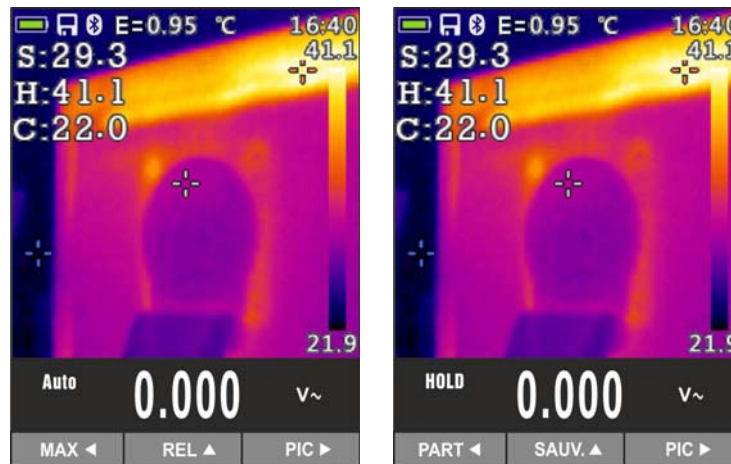

Fig. 41: Sauvegarde image IR
- Appuyer sur la touche **HOLD/ESC** pour fixer le résultat. Le message « HOLD » apparaît à l'écran et la touche **REL ▲** devient **SAUV. ▲** (voir Fig. 41 – partie droite)